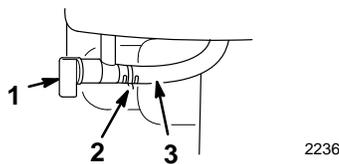

Abbildung 14
- **Benzinhahn** (Abb. 14)—Den Benzinhahn schließen, um den Kraftstofffluß vom Kraftstofftank zu stoppen, und den Hahn öffnen, um den Kraftstoff in den Vergaser fließen zu lassen. Den Benzinhahn schließen, wenn die Schneefräse nicht gebraucht wird.
3. Den Kraftstoffhahn (Abb. 14) durch Drehen nach links öffnen.